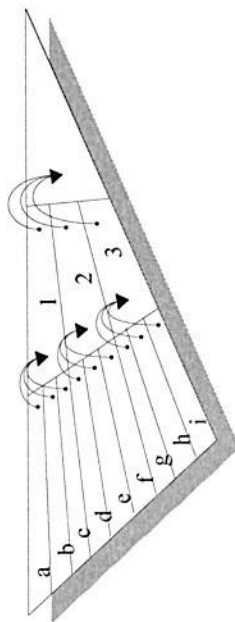

Figura 10 – El nivel de objetivos donde se ha desagregado el propósito en sub-objetivos y sub-sub-objetivos
Una vez realizada la primera desagregación que comprende el reconocer los sub-objetivos, se procede a la identificación de las actividades que hay que realizar para lograr cada uno de los sub-objetivos indicados: es decir, determinar los sub-sub-objetivos representados en la figura 10 como a, b, c, ..., j, ..., n.
Analizando este planteamiento que se observa en la Figura 10 vemos por ejemplo, que el sub-objetivo (1) es un medio para lograr el propósito general del sistema: a su vez, el sub-objetivo (1) es un propósito que se logra a través de los medios a, b y c. En otras palabras, el sub-objetivo (1) es a la vez *medio* (para lograr el nivel inmediato superior) y *objetivo*, (para ser logrado por el nivel inmediato inferior). Lo aquí planteado trata de describir lo que podríamos llamar un *árbol de objetivos*.